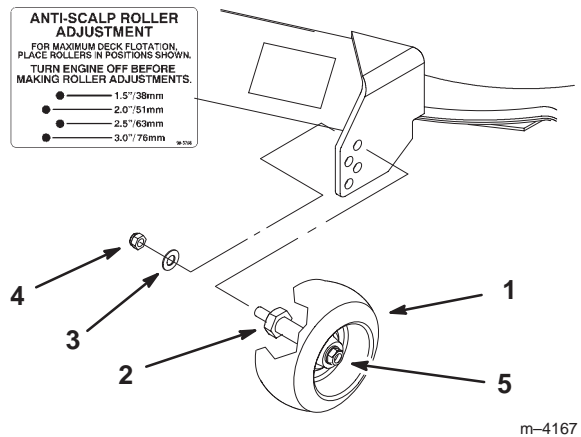

Figure 17
2. Lorsque la hauteur de coupe est réglée, enlevez l'écrou et la rondelle tout en maintenant le goujon avec une clé (Fig. 17).
Remarque : N'enlevez pas l'écrou et la rondelle de la roue (Fig. 17).
3. Choisissez le trou pour que la roue de jauge se trouve le plus près possible de la hauteur de coupe correspondante voulue (Fig. 17).
4. Remettez l'écrou et la rondelle sur le goujon (Fig. 17).